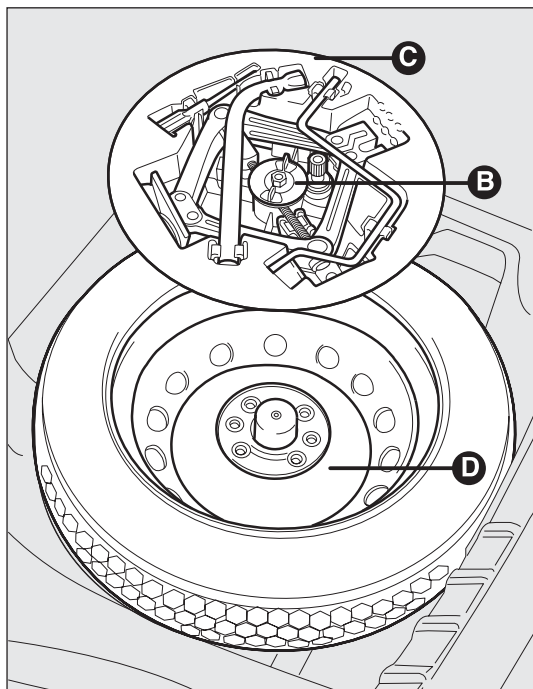

fig. 122
- dévisser le dispositif de blocage B-fig. 122 ;
- ranger la roue compacte de secours D-fig. 122 dans son logement dans le coffre à bagages ;